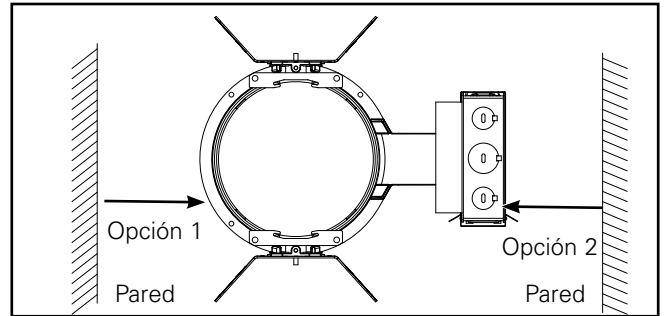

Figura 10
1. Para la opción de lavado de pared ("Wall Wash"), instale el marco con la caja de conexiones hacia la pared (Figura 10.).